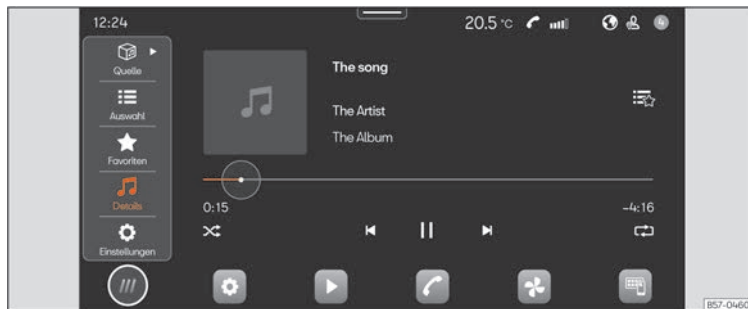

Abb. 135 Schematische Darstellung: Ansicht Medien.
- Drücken Sie **HOME** > ► ►► (Abb. 135).